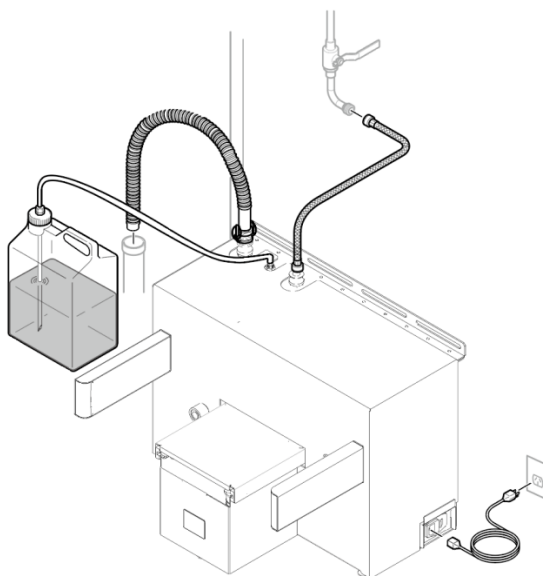

Figura 29 Para preparar la estaci3n de acoplamiento
3. Toque el botón DETENER SUCCIÓN en la pantalla de control principal para detener la succión de fluido (Figura 29).